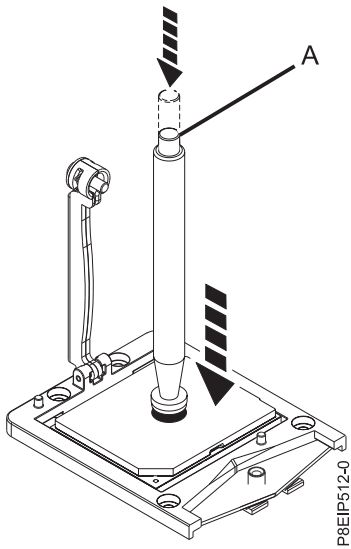

Figure 79. Blocage du stylet d'aspiration sur le module processeur système
8. Abaissez le stylet d'aspiration sur le module processeur système. Appuyez à fond sur le haut du stylet (**A**) et maintenez le stylet au centre du module processeur, comme indiqué dans la figure 79. Relâchez le haut du stylet pour fixer le stylet sur le module processeur.